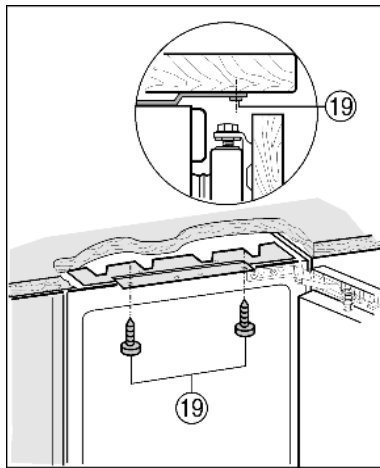

Fig. 13
- ▶ Visser dessus avec des vis longues pour panneaux agglomérés Fig. 13 (19).